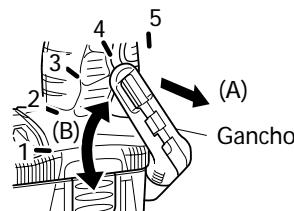

Fig. 5
**(1) Operación del gancho**
- (a) Extraiga el gancho hacia sí en la dirección de la flecha (A) y gírelo en la dirección de la flecha (B) (Fig. 5).